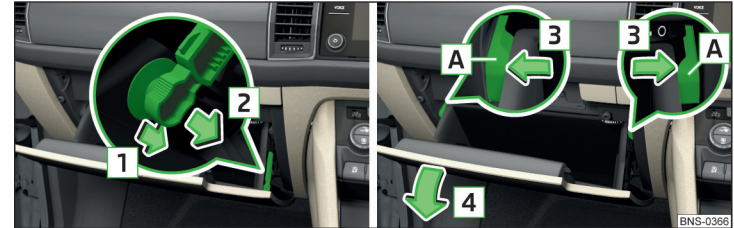

Abb. 363 Ablagefach auf der Beifahrerseite
- › Die Bremsstange in Pfeilrichtung **1** entriegeln und in Pfeilrichtung **2** lösen » Abb. 363.